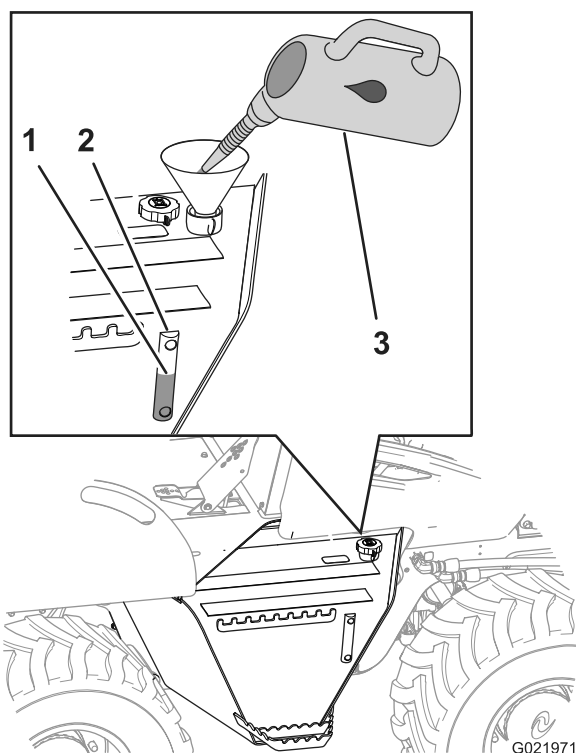

Рисунок 93
1. Заполните бак гидросистемы гидравлической жидкостью указанного типа так, чтобы ее уровень находился посередине визуального указателя (Рисунок 93).
3. Установите крышку/сапун (Рисунок 93).